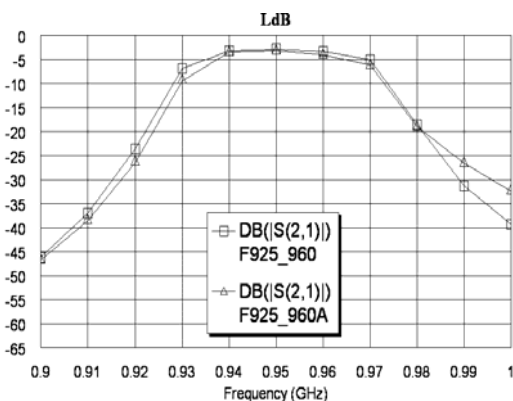

Рис.3.161
7. Сделайте активным окно графика **LdB** и щёлкните по значку **Analyze** на панели инструментов. Полученный график показан на рис. 3.161.